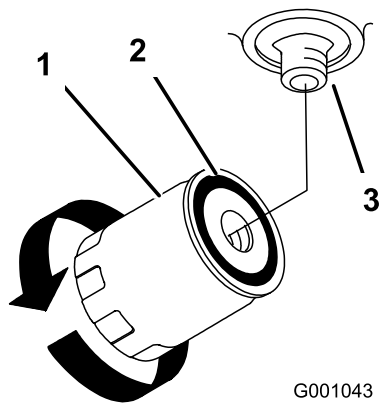

Figura 100
7. Aplique una capa fina a la junta de goma del filtro nuevo (Figura 100).
9. Llene el depósito hidráulico con fluido hidráulico hasta que éste rebose por encima del filtro, gire el filtro de fluido en sentido horario hasta que la junta de goma entre en contacto con el adaptador del filtro, luego apriete el filtro media vuelta más (Figura 100).